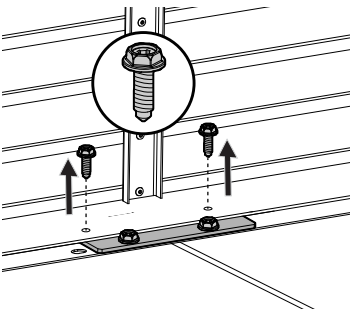

Fig. 22
- c. Instale la moldura superior sujetando cuatro tornillos 4H a lo largo de la base de la moldura con una llave de tubo de 5/16" (Fig. 22).